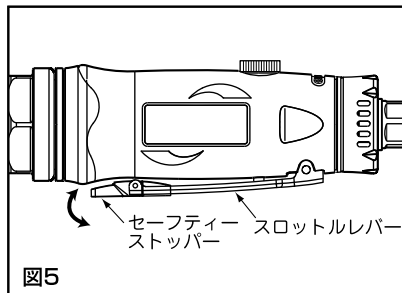
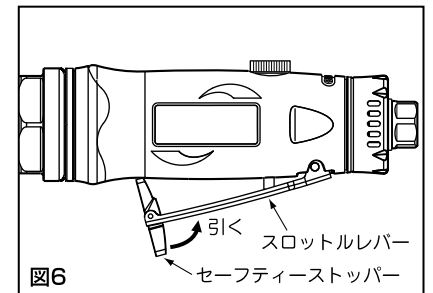

図5
図6
4. スロットルレバーのセーフティーストッパーを外し、スタートします(図5)。離すと自動的にロックされます(図6)。